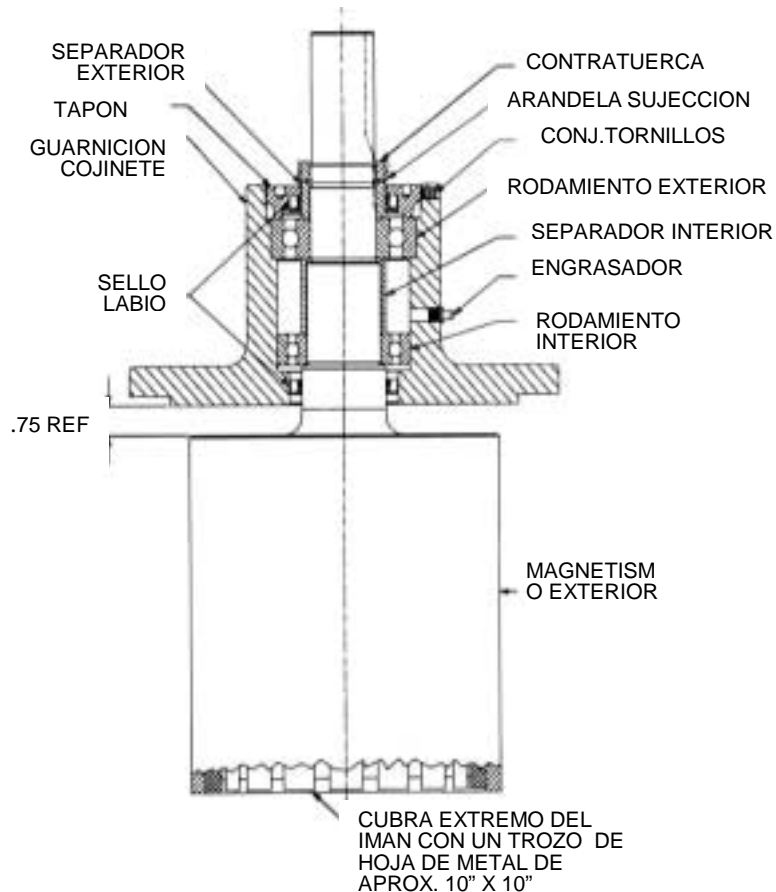

FIGURA 15
La guarnición de cojinete incluye dos cojinetes de bolas sellados y un magnetismo exterior con eje. La unidad se puede engrasar externamente con el engrasador. Ver Figura 15, página 8, si necesita seguir desmontando y hágalo de la siguiente forma:
2. La tapa exterior contiene el segundo sello de labios. Si el sello está en buenas condiciones, instale la tapa en la guarnición de cojinete. Centre el separador interior. Para que el eje deslice por los dos rodamientos. Apriete la tapa a mano hasta que quede bien apretado y fijo con los (2) tornillos.
3. Inserte el eje del magnetismo exterior a través de los cojinetes y del separador interior. Cuando el eje este en la posición adecuada deberá haber 0.75" entre el imán y la guarnición. Ver **Figura 15** en la página 8.